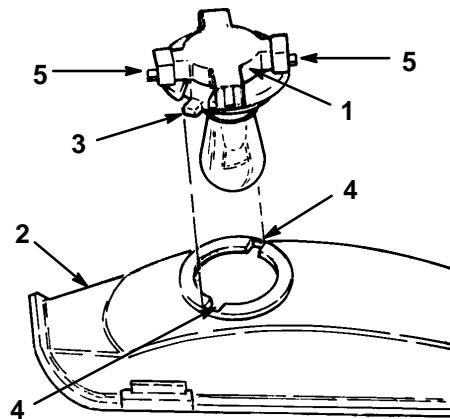

Abbildung 53
3. Die Birnenfassung um 1/4 Umdrehung im Gegenuhrzeigersinn drehen und aus dem Reflektor nehmen (Abb. 53).
2. Die Birnenfassung hat zwei Zungen (Abb. 53). Die Zungen auf die Schlitze im Reflektor ausrichten, die Birnenfassung in den Reflektor einsetzen und im Uhrzeigersinn 1/4 Umdrehung bis zum Anschlag drehen.